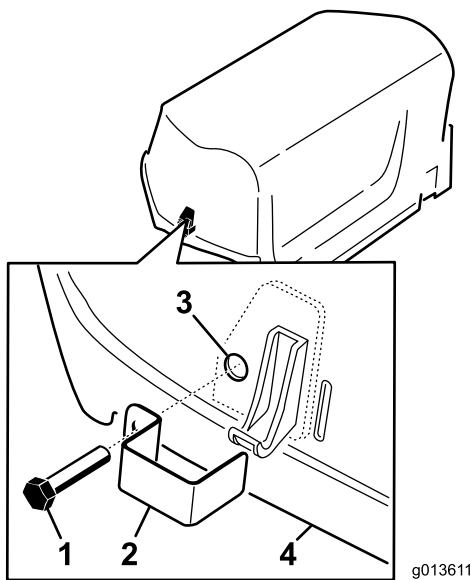

Figura 7
1. Instale un seguro del cierre sobre los cierres derecho e izquierdo del capó con un perno de rosca completa (2 en total) (Figura 7).
2. Usando un alicate o una llave inglesa ajustable, enrosque una arandela de freno con dientes internos sobre cada perno (1-2 vueltas) para sujetar los pernos (Figura 7).